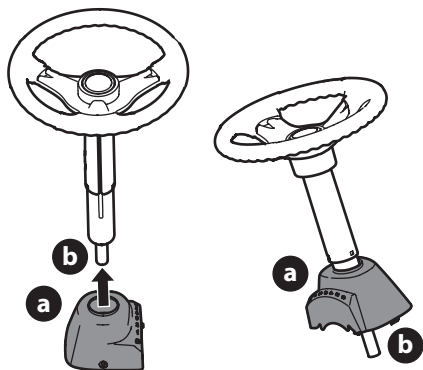

Figura 2
1. Deslice la tapa del pedestal (a) sobre el eje de la dirección (b) de manera que dicho eje (b) se instale en el tractor cortacésped, la tapa del pedestal (a) quedará vertical como se indica en la Figura 2.